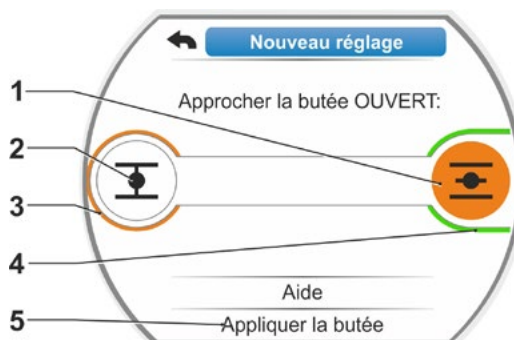

Fig. 6 : déplacement vers la butée dans le sens OUVERT
Le visuel passe à l'ajustage de la butée et invite à approcher la position de butée OUVERT (Fig. 6). Le déplacement dans le sens OUVERT est proposé : le symbole butée OUVERT apparaît sur fond orange (Fig. 6, Pos. 1). Pour un déplacement dans l'autre sens, tourner le Drive Controller et placer la surbrillance orange sur le symbole FERMÉ (Fig. 6, Pos. 2).
- butée FERMÉ = en fonction du couple (Fig. 6, Pos. 3) et